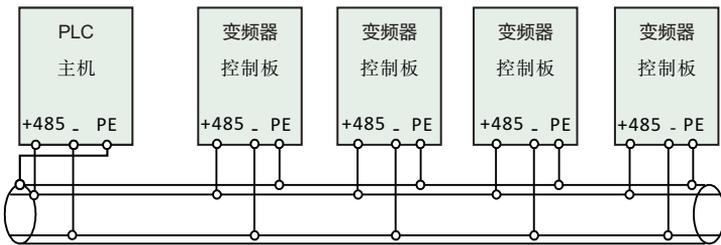
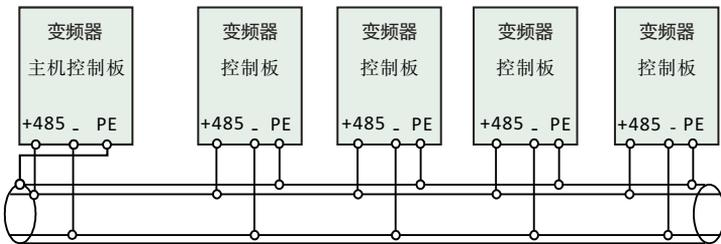

图3-12 PLC与变频器多机通信时的接线图（变频器、电机全部良好接地）
图3-13 变频器多机通信时的接线图（变频器、电机全部良好接地）
- ③ 多台变频器可通过RS485连接在一起，由PLC（或上位机）作主机控制，如图3-12所示，也可以其中一台变频器作主机，其它变频器作从机，如图3-13所示。随着连接台数的增加，通讯系统越容易受到干扰，建议按如下方式接线：